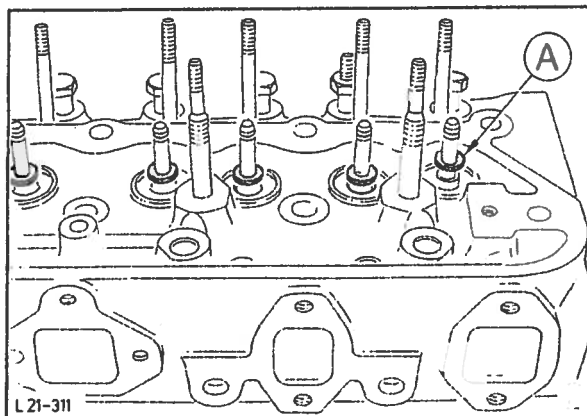

Fig. 124 Montering av tetningsringer på ventilstammer.
12. Monter tetningsringene på ventilstammen mot stopperen og ta vekk limbåndet, fig. 124.